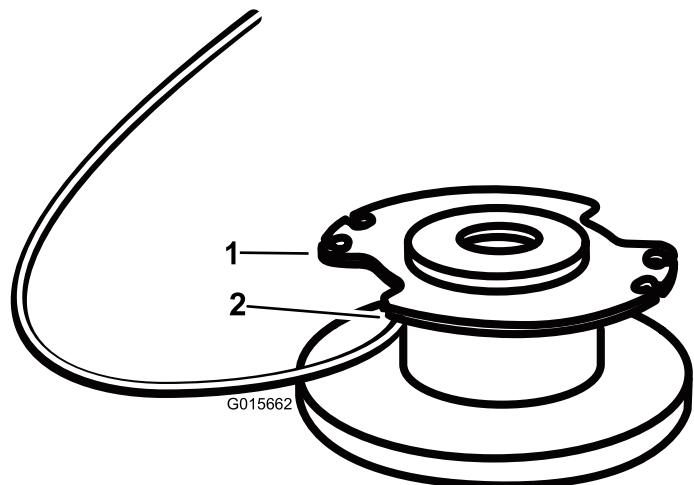

Figure 16
4. Insérez le fil dans le trou d'ancre en haut de la bobine (Figure 16). Enroulez le fil sur la bobine dans la direction indiquée par les flèches sur la bobine.